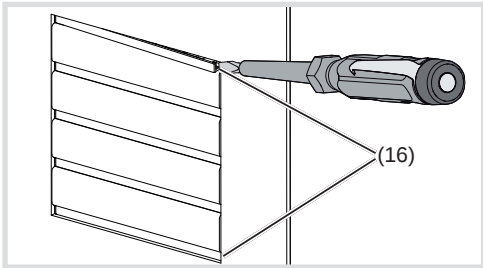

Figura 15: rimozione delle strisce di copertura (16) Strisce di copertura
- Sollevare in avanti ed estrarre le strisce di copertura di bloccaggio (16) sopra e sotto con il cacciavite (figura 15).